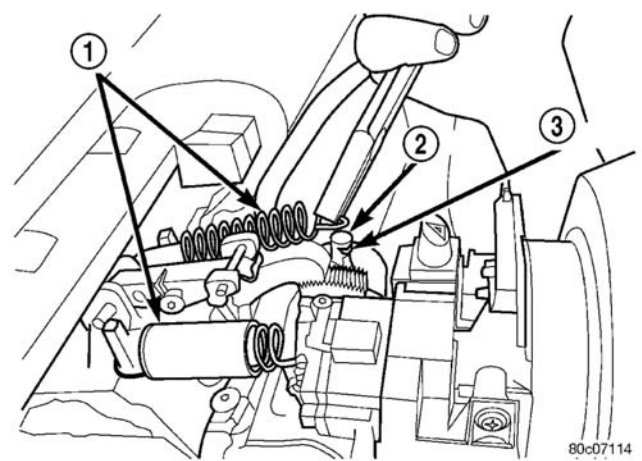
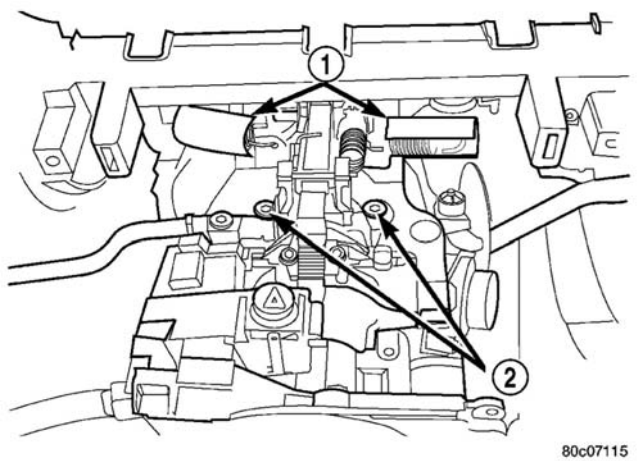

图 28 倾斜调整机构弹簧拆卸/安装
图 29 锁芯壳体安装螺钉位置
(15) 将两个倾斜调节装置弹簧从倾斜壳体的安装柱上断开（图28），然后将弹簧移到旁边（图29）。
(16) 在支撑锁芯壳体的同时，拆下将锁芯壳体固定到转向管柱上的两个安装螺钉（图29）。
(17) 从转向管柱底部拆下锁芯壳体。
(1) 将锁芯壳体安装在与安装孔排成一排的转向管柱底部。
(2) 通过转向管柱上方，将锁芯壳体自攻安装螺钉装到壳体上（图29）。两个螺钉的拧紧力矩为11 N·m (100 in. lbs.)。
(3) 将两个倾斜调整装置弹簧装回其安装柱上，确保弹簧钩与柱中的槽结合（图28）。
(4) 确保点火开关和锁芯壳体中的执行器轴在 ON 位置。